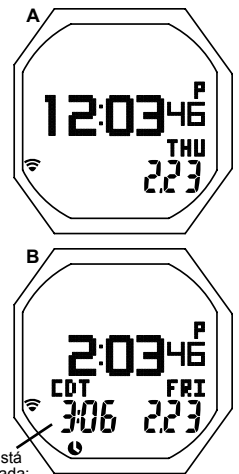

Fig. 5 - HORA PRINCIPAL
**Hora predeterminada** - Ésta es la información mostrada (Fig. 5):